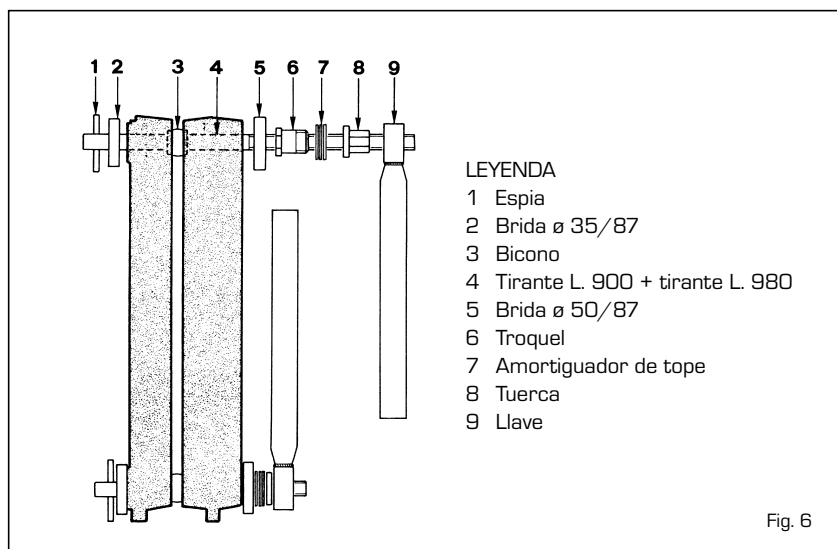

Fig. 6
- ensamblar los elementos con el apóposito kit formado por una pareja de tirantes para el ensamblaje con los relativos accesorios cód. 6050900 [fig. 6], aplicando la presión simultáneamente sobre el bicono superior y sobre el inferior.